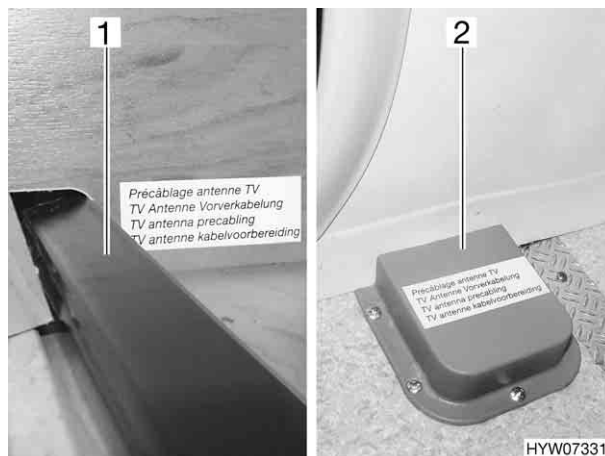

Fig. 71 Collegamento antenna, premon-
- nell'armadietto pensile (Fig. 71,1)
- nella cassetta di stivamento nel pavimento (Fig. 71,2)